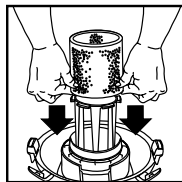

FIGURE 16
33. Avec le couvercle du réservoir dans une position renversée, glissez le manchon en mousse vers le bas, au-dessus du couvercle en tirant jusqu'à ce que le manchon en mousse couvre complètement le couvercle. **FIGURE 16.**